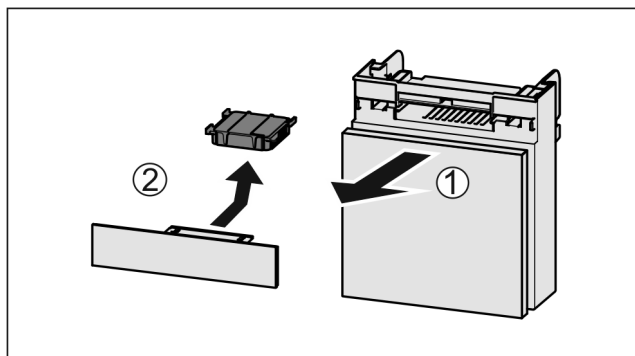

Fig. 39
- Estrarre il vano tirando in avanti Fig. 39 (1).
- Rimuovere il filtro a carboni attivi Fig. 39 (2).